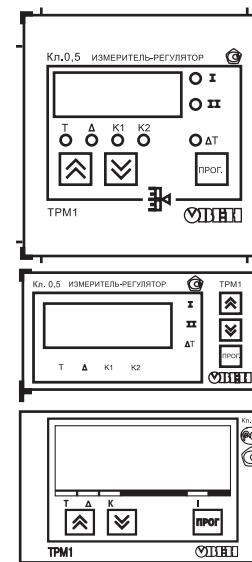

Рис. 18
3.2.6. На рис. 18, а – внешний вид лицевой панели прибора TPM1 для корпусов настенного (Н) и щитового (Щ1) крепления, на рис. 18, б – щитового Щ2, на рис. 18, в – DIN-реечного Д.